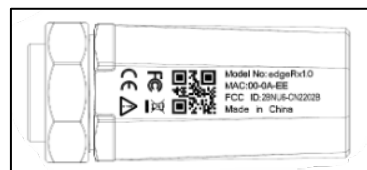

図 4: センサの MAC アドレス表示
- ① 各センサの背面には、固有のセンサ ID (MAC アドレス) が記載されたラベルが貼付されています (図 4 参照)。
- ② この ID は後ほどダッシュボード上での登録・設定に使用します。設置前にメモを取るか、スマートフォン等で写真を撮って記録しておいてください。